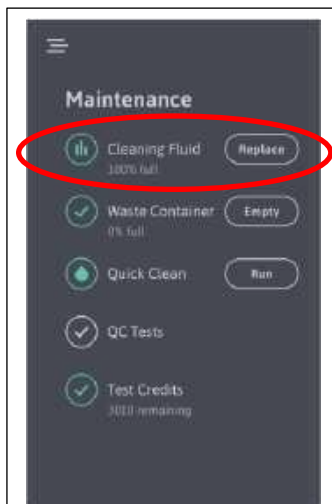

Рис. 33
11.2.4 Нажмите на кнопку «Заменено» в пункте «Чистящая жидкость» подменю «Обслуживание» для сброса статуса (рис. 33).